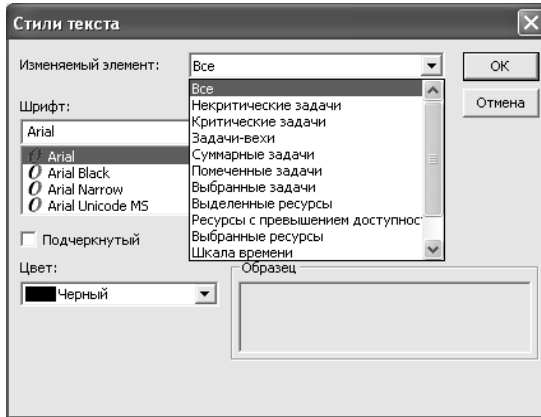

Рис. 45. Вибір типу стилю звіту
4. Щоб змінити параметри форматування звіту, у вікні **Текст звіту** в полі **Змінний елемент** виберіть елемент звіту, форматування якого Ви хочете змінити, задайте параметри форматування і натисніть на кнопку **ОК**. Щоб задати нові параметри форматування відразу для всіх елементів звіту, в полі **Змінний елемент** виберіть пункт **Все**. (рис. 45).